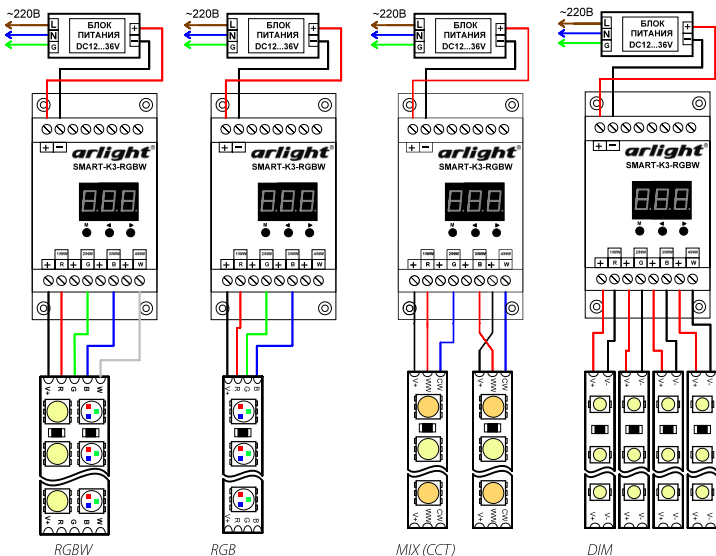

Рис.1. Варианты подключения контроллера с различными светодиодными лентами.
- Подключите оборудование, используя одну из схем, приведенных на Рис.1, в зависимости от типа ленты. Соблюдайте полярность и порядок подключения проводов к клеммам.